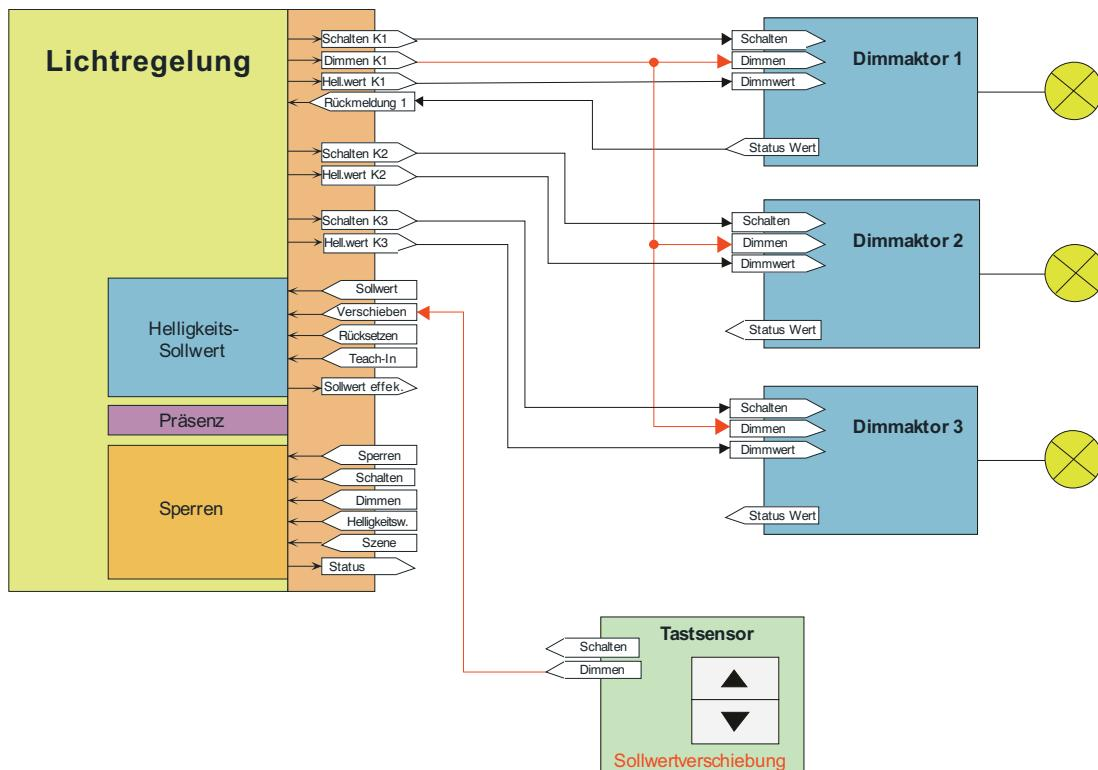

Bild 16: Applikationsbeispiel zur Sollwertverschiebung mit 3 Beleuchtungsanälen
- i** Wenn bei der Lichtregelung auch die Beleuchtungskanäle 2 oder 3 in Verwendung sind (Bild 16), müssen die 4 Bit Dimmobjekte der über diese Kanäle angesteuerten Dimmaktoren mit dem Objekt "Ausgang Kanal 1 Dimmen" der Lichtregelung verbunden werden (gleiche Gruppenadresse wie Dimmktor im Kanal 1).